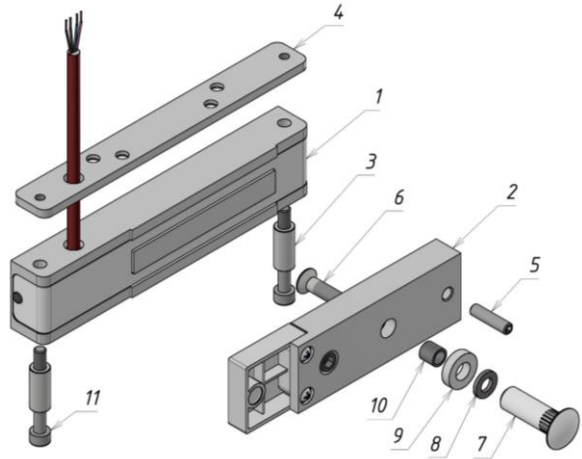

Рисунок 1 – Комплект поставки замка ALM-150P
3.1 Комплект поставки (рисунок 1):
- корпус 150P (1) - 1 шт.
- якорь 150P (2) - 1 шт.
- втулка 150P (3) - 2 шт.
- планка резьбовая 150P (4) - 1 шт.
- штифт (5), винт М6х35 (6), втулка (7), шайба (8), кольцо уплотнительное (9), втулка проходная (10)
- винт М5х40 (11) - 2 шт.